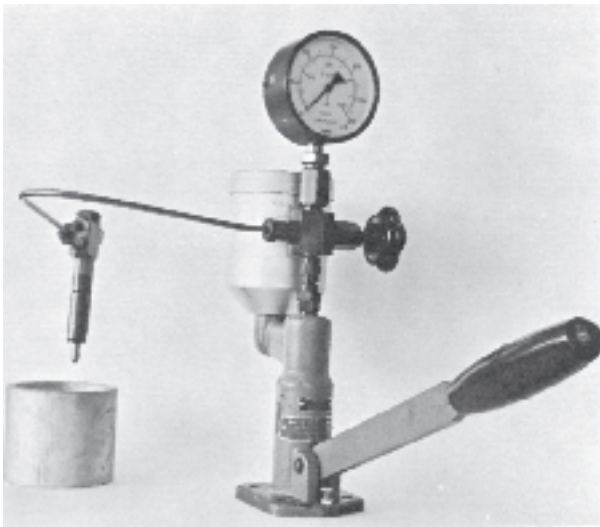

Fig. 52. Insprutarprovare
1. Tvätta insprutaren ren och montera den i provapparaten enligt fig. 52.